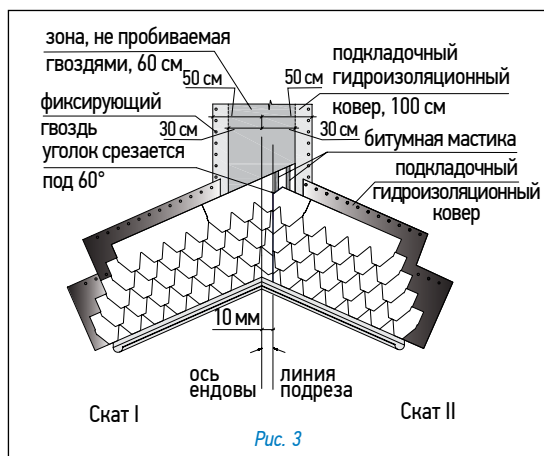

Рис. 3
Ендова (рис. 3)
- лист, подходящий к ендове со ската II, должен доходить до линии подрезки и обрезаться по ней. Верхний уголок обрезанного края листа подрезается под углом 60° (5 x 3 см – рис. 3);
Укладка материала (рис. 3)
- далее первый ряд черепицы укладывается от линии AD в следующей последовательности: тип А, тип Б (рис. 3б);
- второй ряд черепицы укладывается от линии E (со смещением 8 см от AD) (рис. 3в);